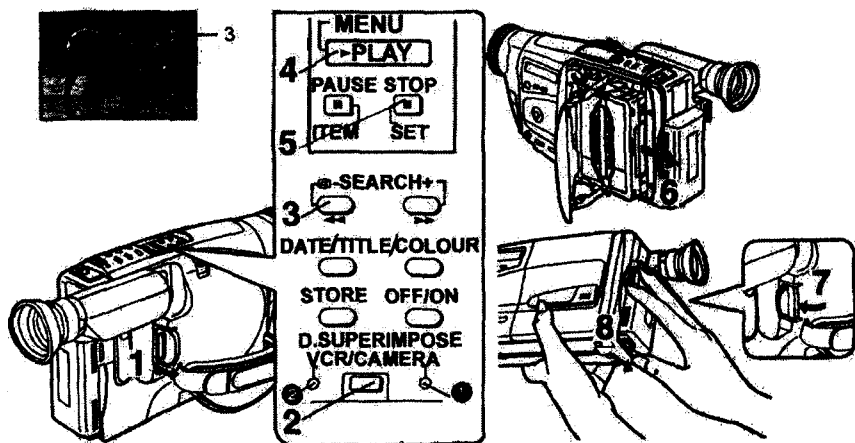

Рис. 3.24. Просмотр воспроизведения на видеокамере
1. Повернуть от видеокамеры переключатель Power для ее включения. Высвечивается лампа Camera 1 (рис. 3.24).